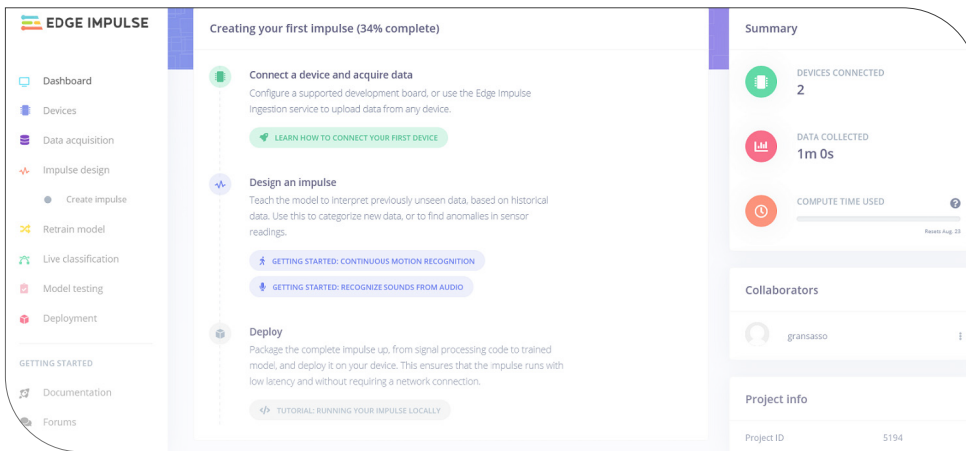

Figura 1: scheda di apertura dell'SDK Edge Impulse
*Edge impulse* risulta semplice ed intuitivo da utilizzare fin da subito. Dopo aver fatto il login nel proprio account si è già pronti per dare inizio al primo progetto di *TinyML*. L'interfaccia dell'SDK è pulita e senza fronzoli (**Figura 1**). Si apre sulla "Dashboard" una visione generale dei nostri